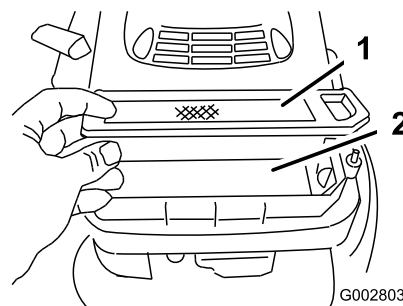

Figura 23
5. Retire el filtro de aire de papel y deséchelo (Figura 23).